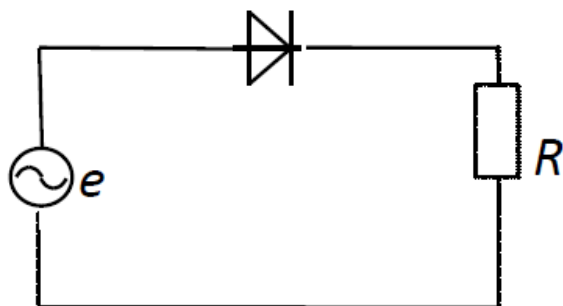

Рис.1
1. В схеме рис.1 $e = 16\sin(\omega t)$; $R=0,014\text{ кОм}$;
Рис.2 3. Трансформатор (потери пренебречь) включен в сеть с напряжением 220 В. Ток первичной обмотки трансформатора $I_1=1$ А. Определить мощность, выделяемую на сопротивлении $R_H=100$ Ом, включенного во вторичную обмотку трансформатора. 4.ВАРИАНТ №4 1. В схеме рис.1 $e = 16\sin(\omega t)$; $R=0,014$ кОм; Параметры схемы замещения диода: $r_i = 1$ Ом; $E_0=1$ В, Справочная величина обратного теплового тока диода $I_0=0,01$ А. Определить величину максимального значения падения напряжения на диоде в закрытом состоянии. Рис.1 2. В схеме рис.2 $E_K=15$ В; $R_K=10$ Ом; $R_B=200$ Ом; $\beta=50$, $E_{ВХ}=2$ В. Определить величину напряжения на сопротивлении R_K, если напряжение между базой и эмиттером открытого транзистора $U_{БЭ}=1$ В.